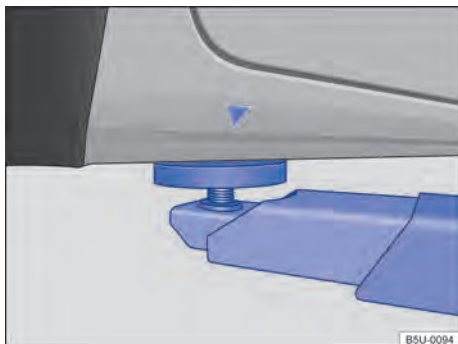
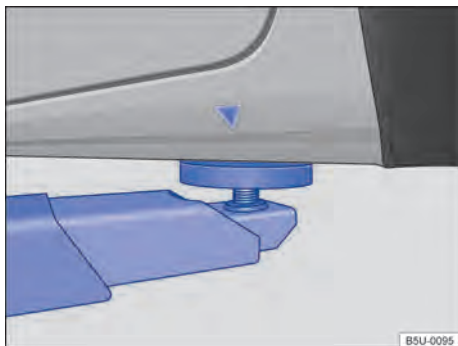

Fig. 195 Pontos de apoio dianteiros para a suspensão com plataforma elevatória ou com macaco.
Fig. 196 Pontos de apoio traseiros para a suspensão com plataforma elevatória ou com macaco.
O veículo deve ser suspenso somente pelos pontos indicados nas figuras → Fig. 195 e → Fig. 196. Se o veículo não for suspenso pelos pontos indicados, podem ocorrer danos no veículo → ❶ e ferimentos graves → ⚠.
- Suspender o veículo somente pelos pontos indicados nas figuras → Fig. 195 e → Fig. 196. Se o veículo não for suspenso pelos pontos indicados, o veículo poderá cair da plataforma elevatória quando, por exemplo, o motor ou a suspensão for desmontado.